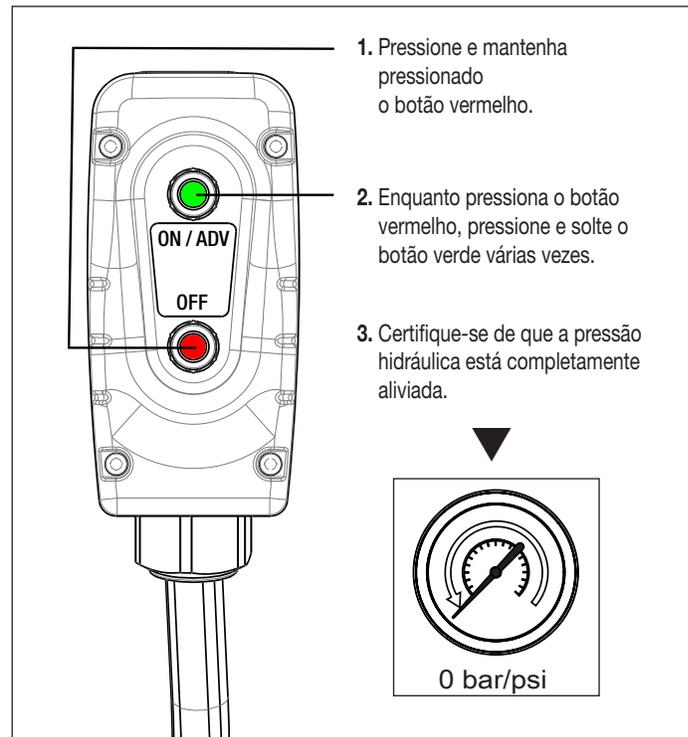

Figura 9: Alívio da pressão hidráulica
- Pressione e segure o botão vermelho OFF enquanto pressiona e solta o botão verde ON/ADV várias vezes. Veja Figura 9.
- Verifique se o manômetro da pressão hidráulica indica zero (0) bar/psi. A seguir, solte o botão vermelho OFF.